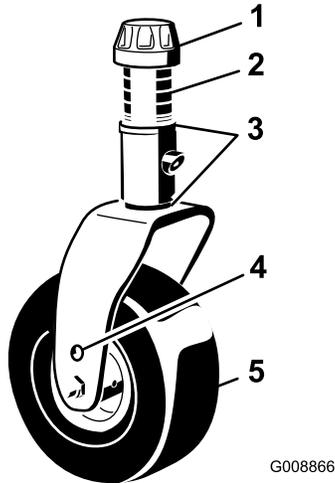

Рисунок 32
- Отрегулируйте количество 3-миллиметровых регулировочных прокладок на вилке (вилках) передних поворотных колес так, чтобы высота скашивания соответствовала указанному на наклейке значению (Рисунок 32); см. Регулировка высоты скашивания \(страница 29\).